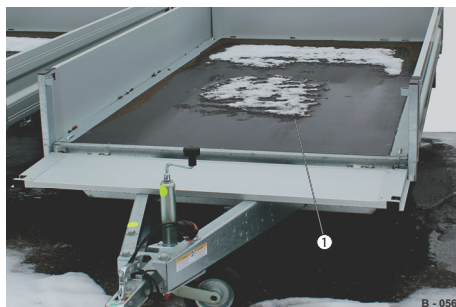

Abb. 100 Schnee / Eis auf Ladefläche
- Das Dach (Abb. 101/1) / die Abdeckplane (Abb. 102/1) und die Ladefläche (Abb. 100/1) regelmäßig von Fremdkörpern, Schnee- / Eis- / Wasserlasten befreien.